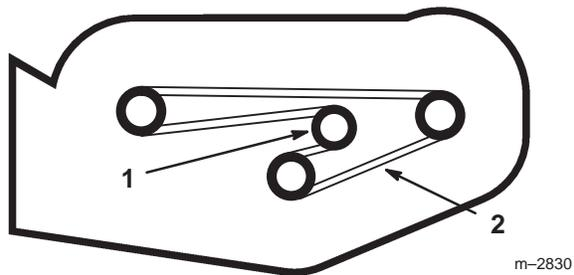

Bild 30
3. Drücken Sie auf die Spannscheibe, um die Spannung zu lösen, und nehmen Sie den Riemen von den Spannscheiben ab (Bild 30).
1. Montieren Sie den neuen Riemen um die Schnittmesser- und Spannscheiben (Bild 30). Beim Modell mit Heckauswurf ist der Riemenverlauf identisch.